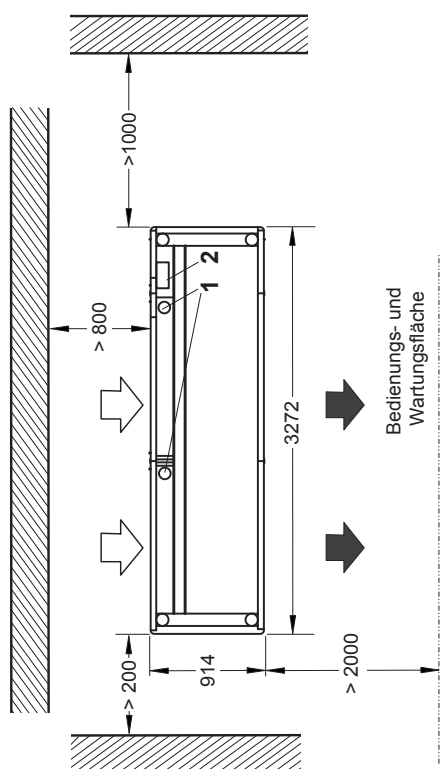
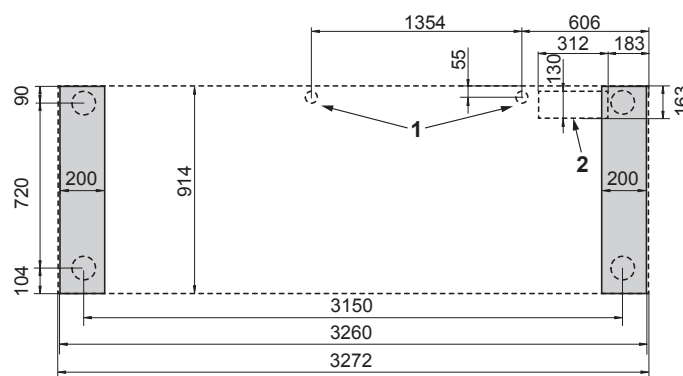

Fig. 01
Fig. 06
Lo scarico della condensa è predisposto sul lato posteriore (lato aspirazione) (1, Fig. 01).
Le pompe di calore ad aria generano acqua di condensa durante il funzionamento. Per ciclo di sbrinatorio, cioè entro 2 min, si possono produrre fino a 15 l di acqua di condensa (1, Fig. 06 e 1, Fig. 01). Lo scarico della condensa premontato in fabbrica deve essere spostato nel canale dell'acqua di scarico.
- Durante il posizionamento della pompa di calore sulla base in cemento i collegamenti idraulici ed elettrici devono essere condotti attraverso l'apertura (2, Fig. 01).